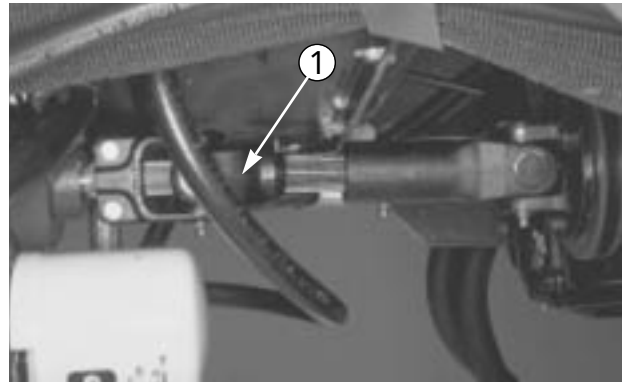

図 33
1. 駆動シャフト(図33)をエンジンの駆動カップラから外す(キャップスクリューははずして外す)。
5. 牽引が終わったら、図33のように駆動シャフトを元通りに取り付ける。スプラインにより、正しい方向以外では接続できないようになっている。